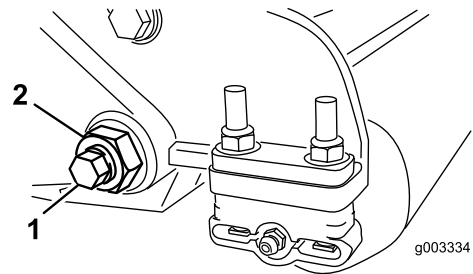
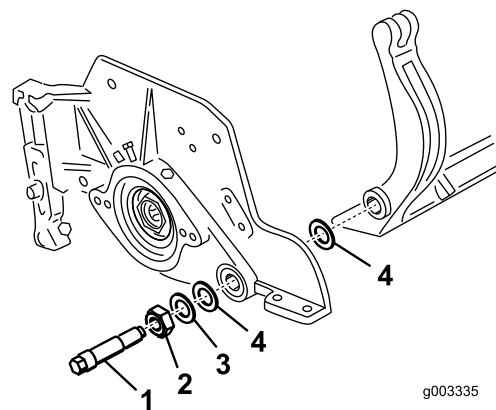

Figura 31
Figura 32
3. Pe fiecare latură a mainii, slăbiți contrapiulia care fixează urubul barei de cadru (Figura 31).
4. Îndepărtați fiecare urub al barei de cadru, permițând tragerea în jos și îndepărtarea acestuia de pe urubul mainii (Figura 31). Asigurați-vă că la fiecare capăt al barei de cadru există 2 aibe din nailon și 1 aibă din oel tanată (Figura 32).
4. Amplasai o aibă din oel în afara fiecărei aibe din nailon (Figura 32).